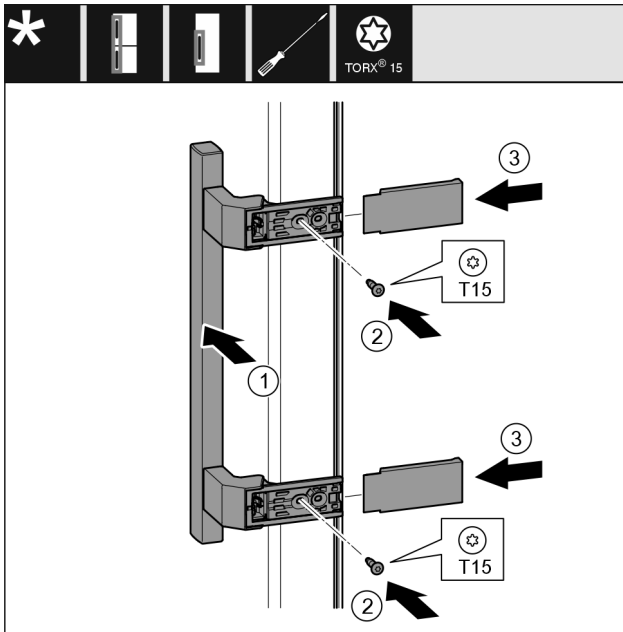

Fig. 36
- ▶ Griff Fig. 36 (1) auf der Gegenseite ansetzen.
- ▶ Schrauben Fig. 36 (2) mit Schraubendreher festschrauben.
- ▶ Abdeckungen Fig. 36 (3) seitlich ansetzen und aufschieben.